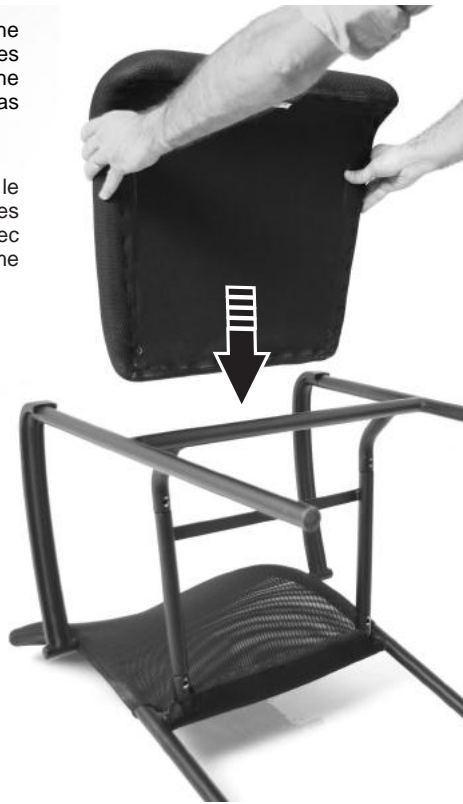

Figure 8
6. Slide the seat (A) between the arm rests and align the four holes on the bottom of the seat with the four holes on the chair frame, as shown in figures 8 and 9.
6. Engager l'assise (A) dans le cadre d'assise et aligner les quatre trous sous l'assise avec les quatre trous du cadre, comme illustré à les figures 8 et 9.